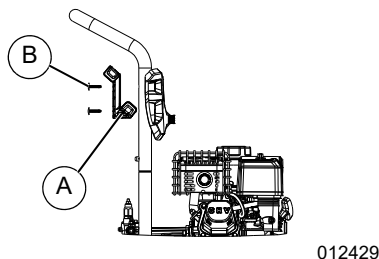

Figura 2-4. Instale el gancho para la pistola
4. Consulte la **Figura 2-4**. Instale el gancho para la pistola (A) al lado derecho (parte posterior) de la manilla. Fijelo con sujetadores tipo árbol (B).